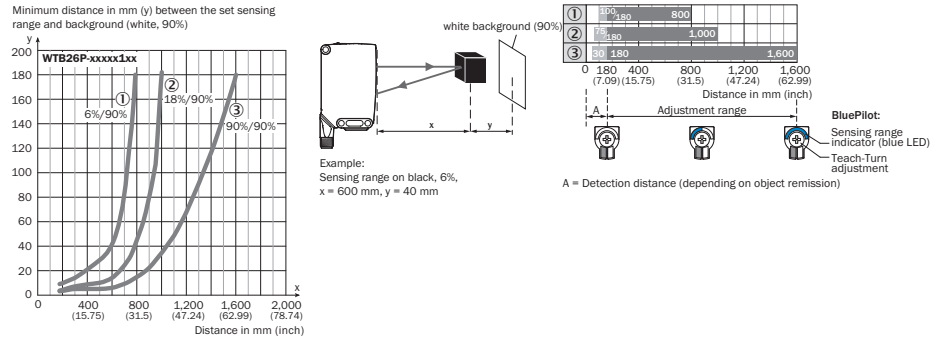

Figura 47: Linea caratteristica 1, WTB26P-xxxxx1xx, luce rossa
La distanza minima (= y) per la soppressione di sfondo può essere determinata in base al diagramma [figura 47 ①] nel modo seguente: